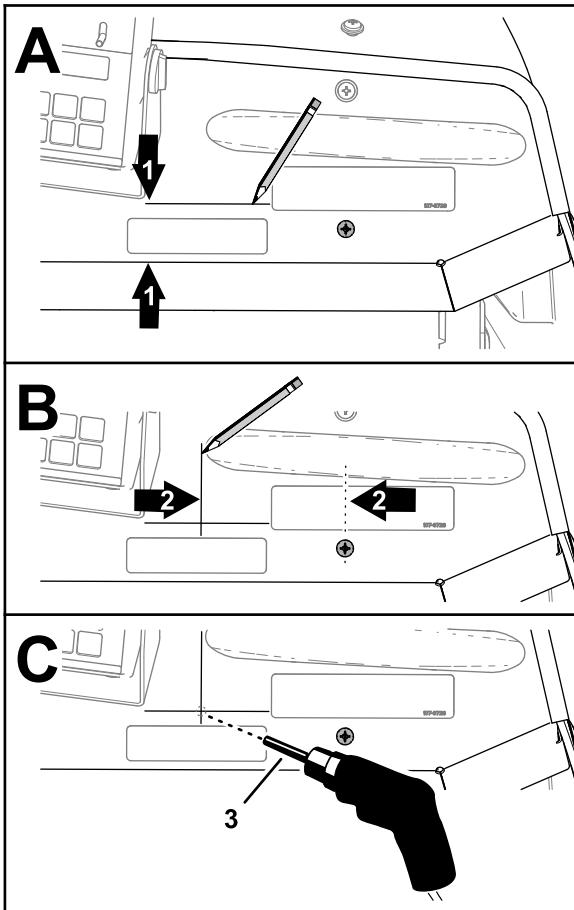

Figure 20
- En partant de la vis cruciforme, mesurez 104 mm à gauche et tracez un trait vertical de 50 mm sur la planche de bord, comme montré à la Figure 20.
- Au point d'intersection des traits, percez un trou de 4 mm dans la planche de bord (Figure 20).
- À droite du moniteur de pulvérisation, mesurez 42 mm à l'avant de la courbure de la planche de bord et tracez un trait horizontal sur la planche, comme montré à la Figure 20.